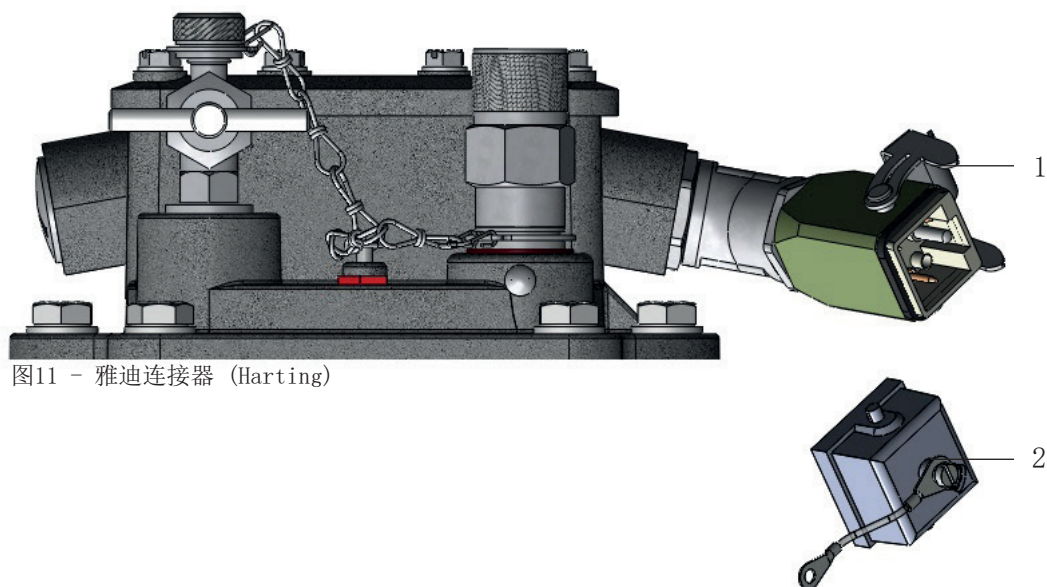

图11 - 雅迪连接器（Harting）
- 打开保险卡箍(图 11/ 1 号)
- 取下防护盖帽(图 11/ 2 号)